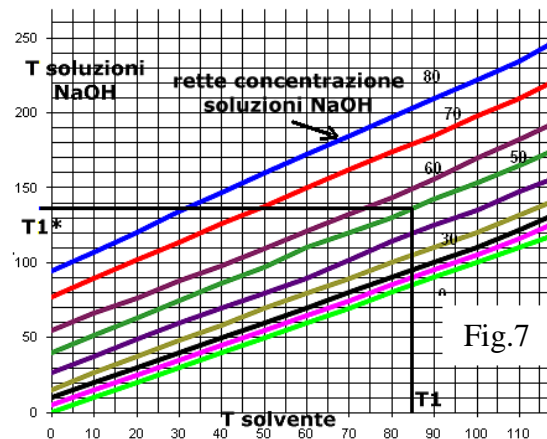

Fig.7
$K = (t_2 - t_1) / (T_2 - T_1)$  con  $K = \text{cost.}$  [vedi diagrammi fig.6 e fig.7]
**ESEMPIO:** nota la temp.ebollizione  $T_1 [ = 85^\circ\text{C} ]$  solvente puro a determinata pressione, nota la concentrazione finale, si determina la temp. di ebollizione della soluzione di NaOH a concentrazione nota (p.es.50%) che risulta  $T_1^* = 138^\circ\text{C}$ , maggiore di  $T_1$ , come da fig.7.